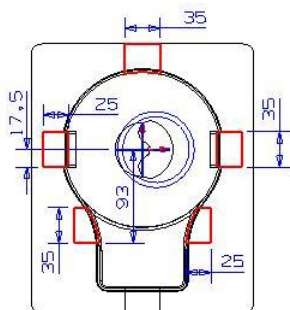

图7-47
5. 在【成形特征】工具条中单击【草图】按钮，弹出【基准平面】悬浮工具条。以默认平面作为草绘平面绘制草图轮廓，如图 7-47 所示。